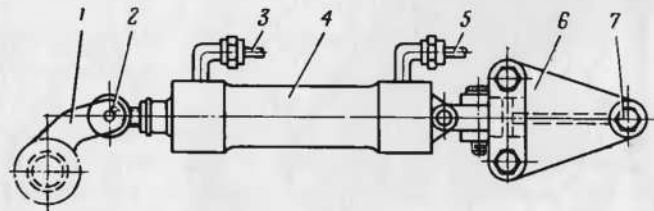

Рис. 53. Установка цилиндра привода заслонки водомета:
4. Вывернуть накидные гайки и отсоединить трубки 3 и 5 (рис. 53) от цилиндра 4 гидравлического привода управления заслонкой водомета и отвести трубки в сторону.
9. Установить цилиндр 4 (рис. 53) гидравлического привода управления заслонкой водомета в сборе с кронштейном 6 и прикрепить кронштейн к кормовому листу болтами 7 с гайками и пружинными шайбами.